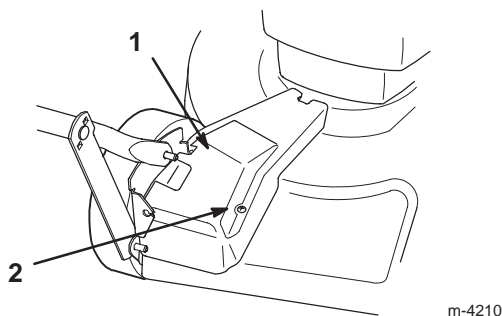

Figure 30
- Moteur éteint, retirer le boulon de fixation du carter de courroie (Fig. 30) au carter de tondeuse.